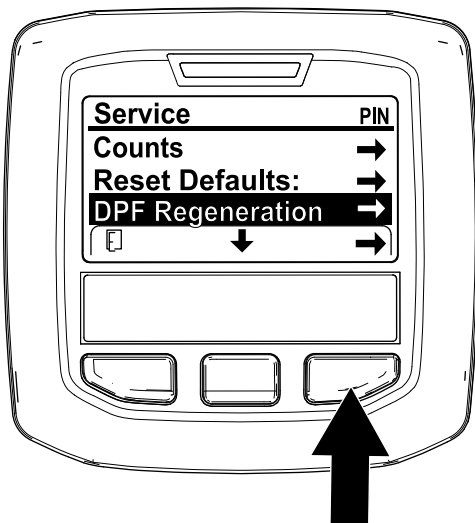

図 40
1. 整備 Serviceメニューから、中央ボタンで下へスクロールして DPF REGENERATIONメニューに入る 図 40。
2. 右側のボタンで DPF Regeneration再生に入る 図 40。